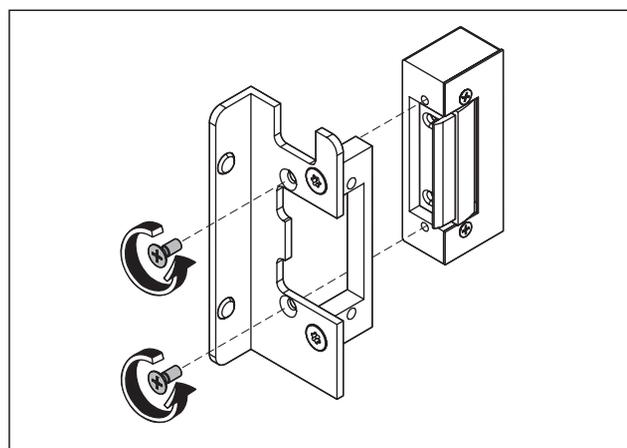

Fig. 50 Smontare l'apriporta elettrico
3. Svitare le viti e rimuovere l'apriporta elettrico (Fig. 50).